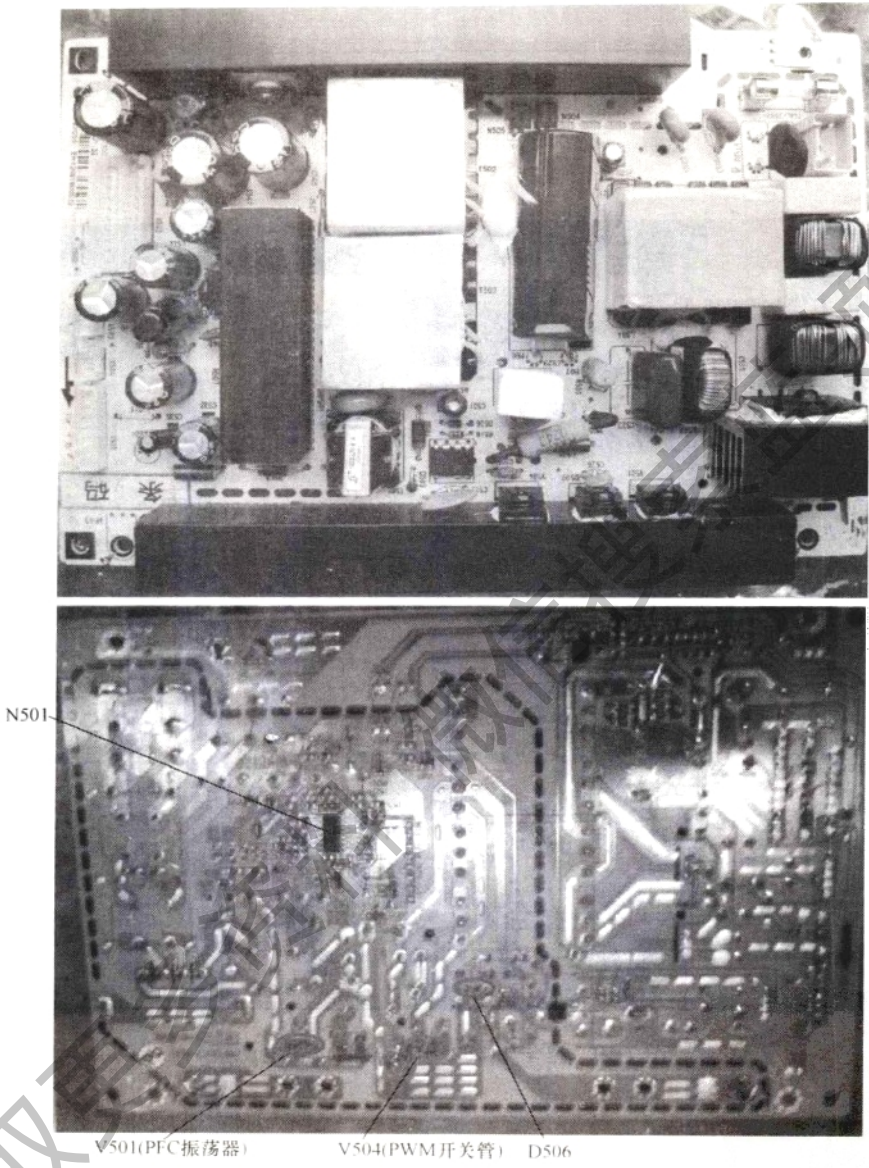

图 7-11 厦华 LC-32U16 液晶电视电源板
7. 厦华 LC-32U16 液晶电视电源板 (见图 7-11)